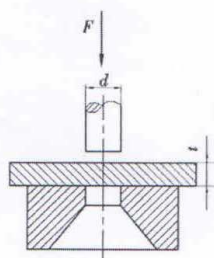

图 2
2. 冲床冲压钢板如图 2 所示。已知钢板厚度为 t ，冲头直径为 d ，则钢板的切应力 $\tau =$ (2) ，挤压应力 $\sigma_{bs} =$ (3) 。